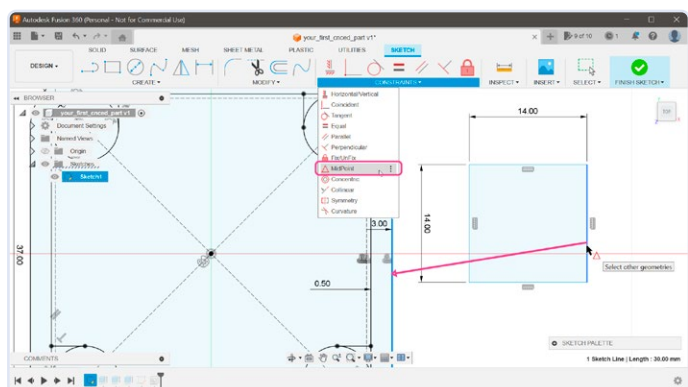

Figure 17. Centrage du rectangle avec la fonction MidPoint.
17. Pour déplacer le rectangle vers la position correcte, sélectionnez la limite du **MidPoint** (figure 17) à partir du groupe **Constraint** de la barre d'outils. Cliquez d'abord sur la ligne droite du nouveau rectangle. Ensuite, cliquez sur la ligne droite de la paroi du boîtier. Ceci permet d'aligner ces deux lignes et de déplacer le rectangle dans la position correcte. Répétez ces étapes pour l'ouverture du côté gauche et fermez le sketch.